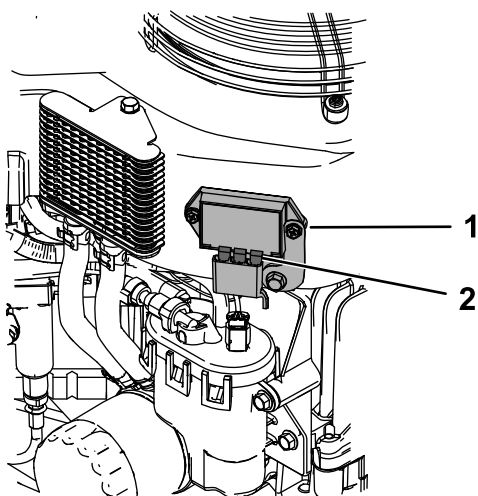

Figure 34
4. Graissez légèrement les lames du régulateur de tension (Figure 34).